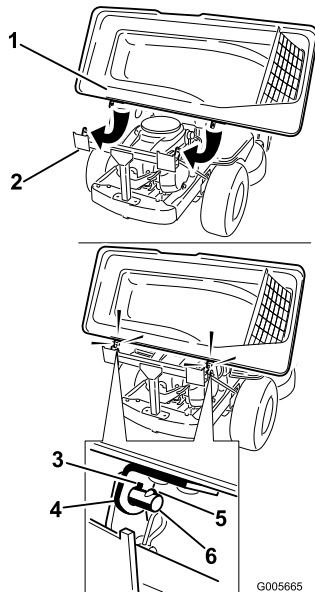

Figura 7
1. Installate il coperchio del sistema di raccolta sul relativo telaio. Girate il coperchio del sistema di raccolta per allineare i fori della chiavetta nelle staffe superiori del sistema di raccolta alle chiavette previste nei colonnini del relativo telaio (Figura 7). Spingete le staffe sui colonnini e girate il coperchio del sistema di raccolta per abbassarlo in posizione di servizio.